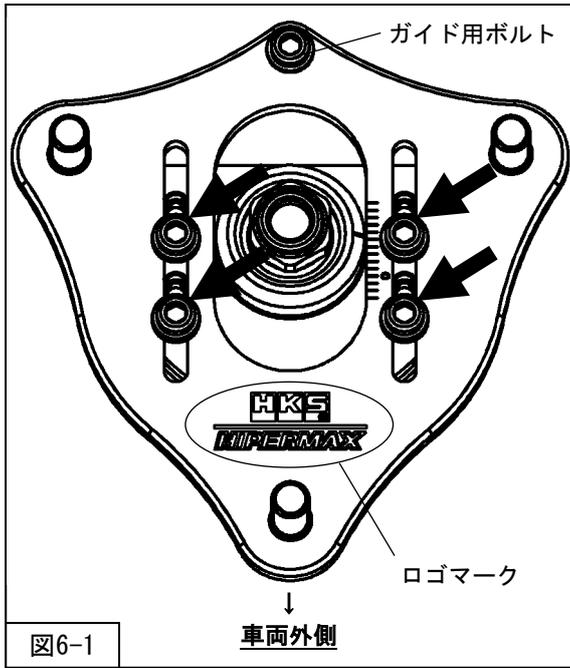

図6-1
2. キャンバー調整ボルト（4ヶ所）をゆるめてください。（図6-1 矢印部分）
キャンバー調整の際、ガイド用ボルトは外さずにピロボール部にて調整してください。（図6-1）